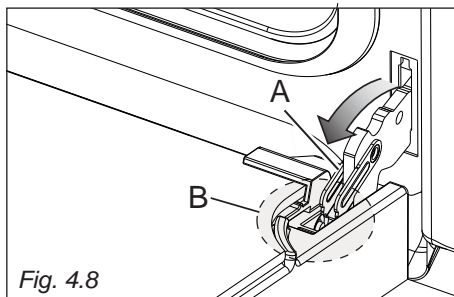
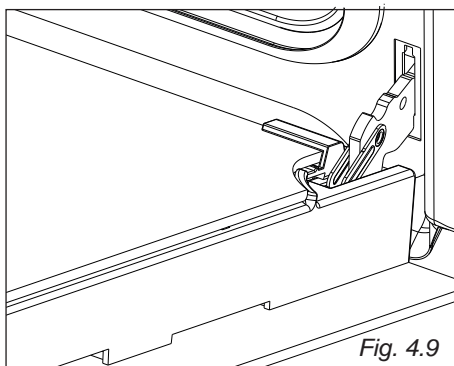

Fig. 4.8
Fig. 4.9
- Aprire completamente la leva "A" delle cerniere destra e sinistra (fig. 4.8).
- Socchiudere dolcemente la porta (fig. 4.9) fino a quando le leve "A" delle cerniere destra e sinistra si agganciano alla parte "B" della porta (fig. 4.8).